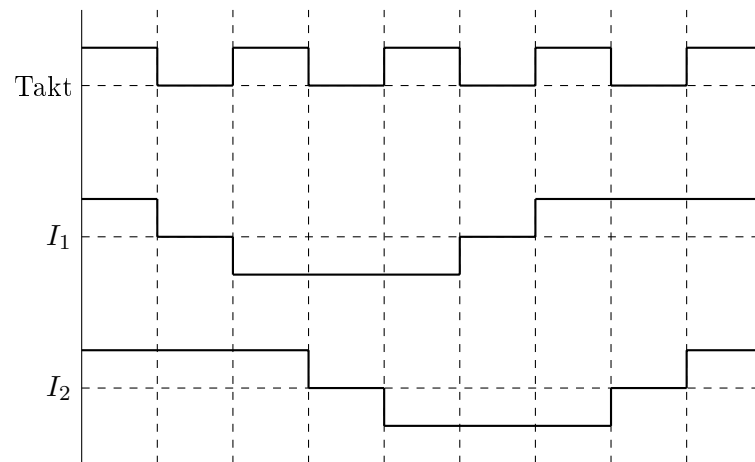

Abbildung 1.1: Stromverlauf Halbschrittbetrieb Rechtslauf
a) In Abbildung 1.1 ist der prinzipielle idealisierte Verlauf der Ströme für den Halbschrittbetrieb eines Schrittmotors bei Rechtslauf dargestellt.